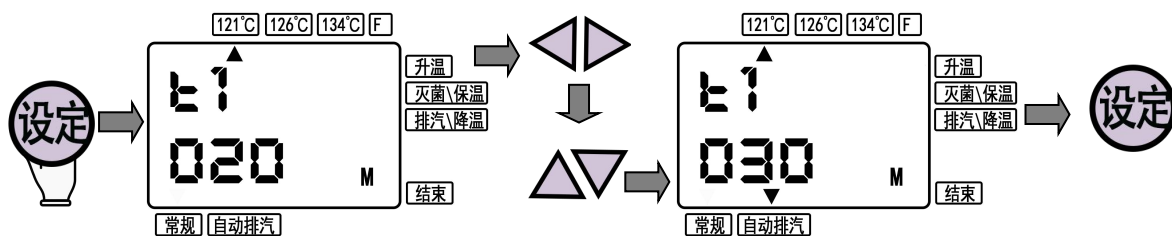

图 12
②设置灭菌时间：按下“设定键”，出现灭菌时间设定界面（图 12），可按动左、右移键，进行光标定位，再按加数键进行设定，数值只能加不能减。设定结束再按一下“设定”键保存。